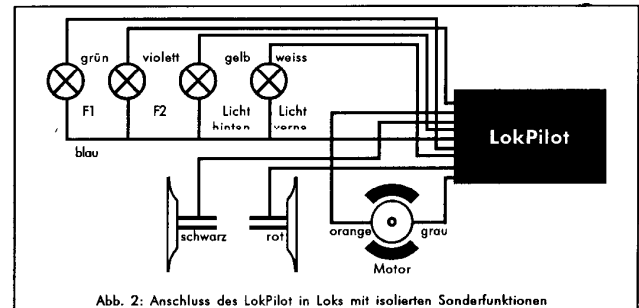

Abb. 2: Anschluss des LokPilot in Loks mit isolierten Sonderfunktionen
- Die Lampen / Funktionen sind mit Ihrem gemeinsamen Anschluss gegenüber dem Lokgehäuse isoliert (also potentialfrei). Der dann nötige Anschluss wird in Abb. 2 dargestellt.
Im anderen Fall (siehe Abb. 2) müssen Sie alle übrigen Anschlüsse aller Birnchen und Funktionen gemeinsam an das blaue Kabel anschließen. Dieses darf keinen Kontakt mit dem Lokchassis haben!
Verwenden Sie bei Loks, die nach Abb. 2 verschaltet werden, ausschließlich digitale Rauchgeneratoren, z.B. Seithe Nr. 11. Andere Raucheinsätze benötigen u.U. zu viel Strom. Teilweise sind Rauchgeneratoren mit mehr als 250mA Stromaufnahme im Handel!